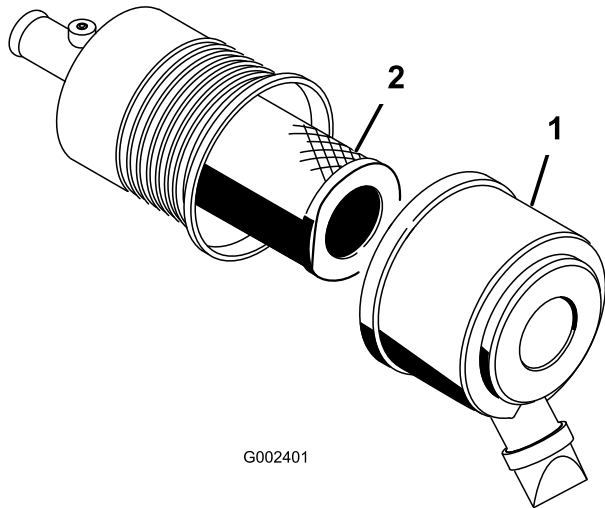

図 43
1. エアクリーナのラッチを外し、ボディーからカバーを抜き出す [図 43]。
3. エアクリーナのボディーから、フィルタをしずかに引き出す (図 43)。
5. フィルタをゆっくり押し込むようにしてボディチューブに取り付ける [図 43]。
6. 上下方向を間違えないように、エアクリーナカバーを正しく取り付け、ラッチを掛ける [図 43]。